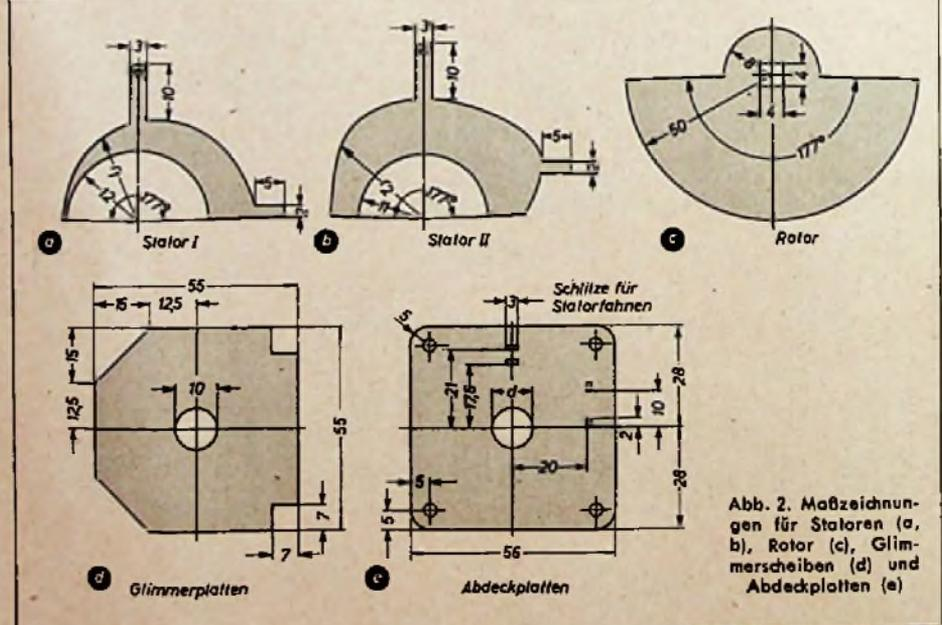

Abb. 2. Maßzeichnungen für Statoren (a, b), Rotor (c), Glimmerscheiben (d) und Abdeckplatten (e)
Abb. 2. Frontplatte; v. l. n. r.: Eingangskreisabstimmung ( $C_1$ ), Lecherkreisabstimmung ( $L_3$ ), Anschluß für Taste, Abstimm-scheibenbetätigung des Ausgangskreises ( $L_5$ ), Antennenkopplung ( $L_6$ ), Meßwerk (M)
Damit ergaben sich die Werte nach der vor Abb. 2 stehenden Tabelle für die Außenrandabstände vom Drehpunkt bei verschiedenen Winkeln.